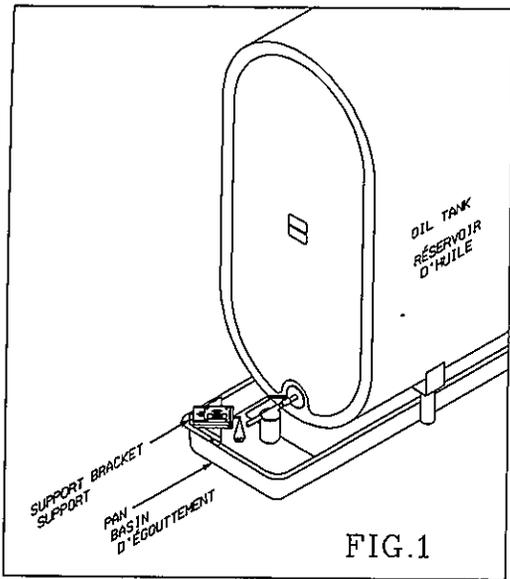

FIG. 1
2. Si assez d'espace existe, glisser le bassin d'égouttement sous le réservoir entre les pattes et étendre a l'extrémité du bec de sortir du réservoir Figure 1.